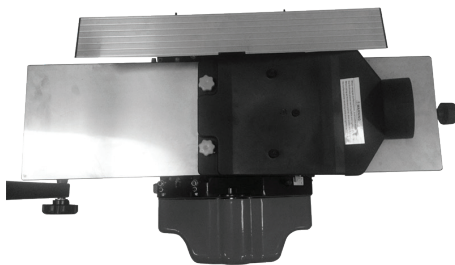

рис. 2
- при рейсмусовании – сверху в два отверстия неподвижного стола, при этом короб закрывает барабан, патрубок направлен в сторону регулируемого стола, как показано на рис.2.
6.1.5 Установка короба и патрубка отвода стружки при рейсмусовании (см. рис.2):